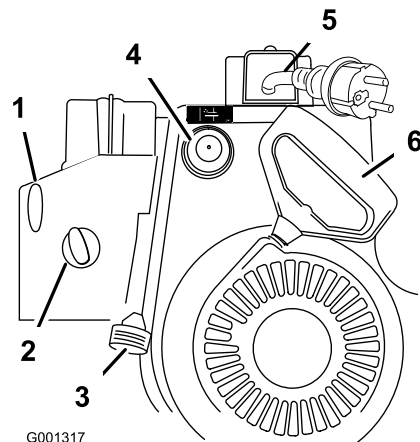

Bild 21
7. Lassen Sie die Schneefräse mit dem Rücklaufstarter oder dem elektrischen Anlasser an (Bild 21).